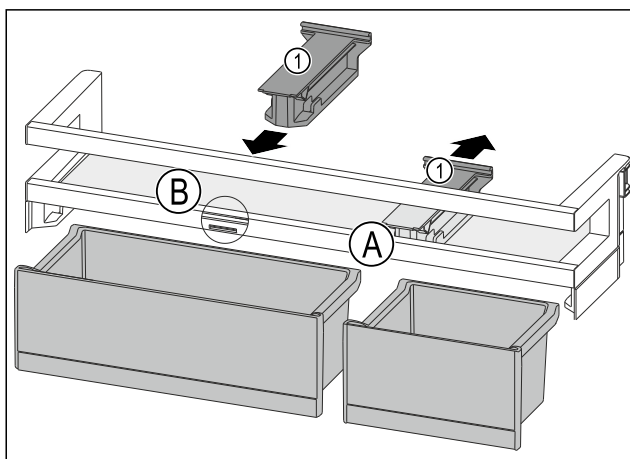

Fig. 174
- Noņemiet atbalsta daļu Fig. 174 (1) pozīcijā Fig. 174 (A) uz aizmuguri.
- Ievietojiet atbalsta daļu Fig. 174 (1) pozīcijā Fig. 174 (B).